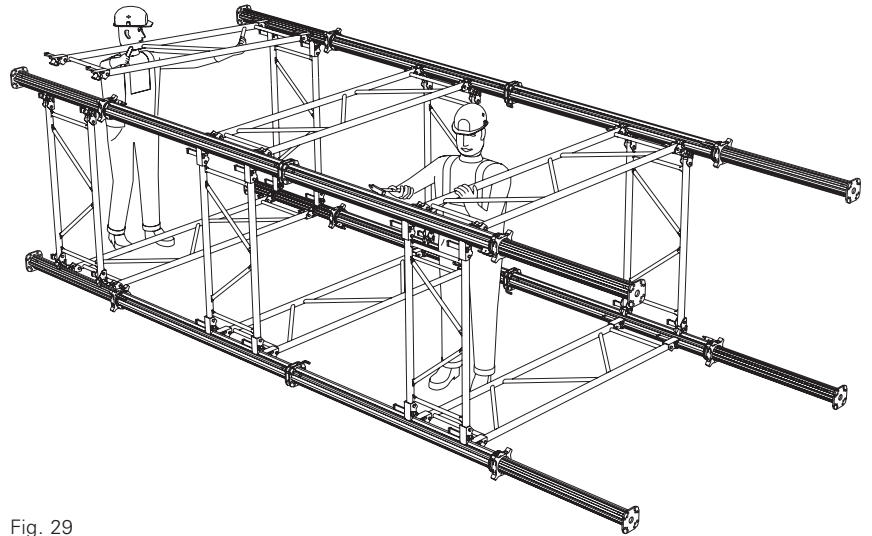

Fig. 29
6. Colocar los bastidores superiores. (Fig. 29)